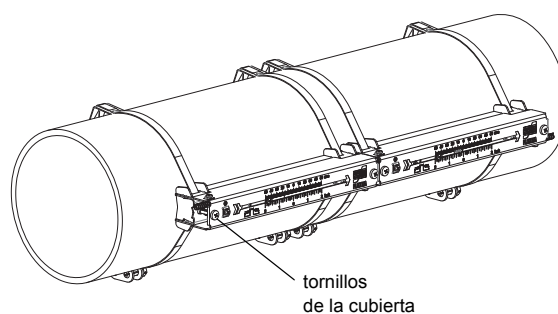

Fig. 9.29: Transductores con Variofix L en el tubo
- Apretar los tornillos de la cubierta (véase Fig. 9.29).